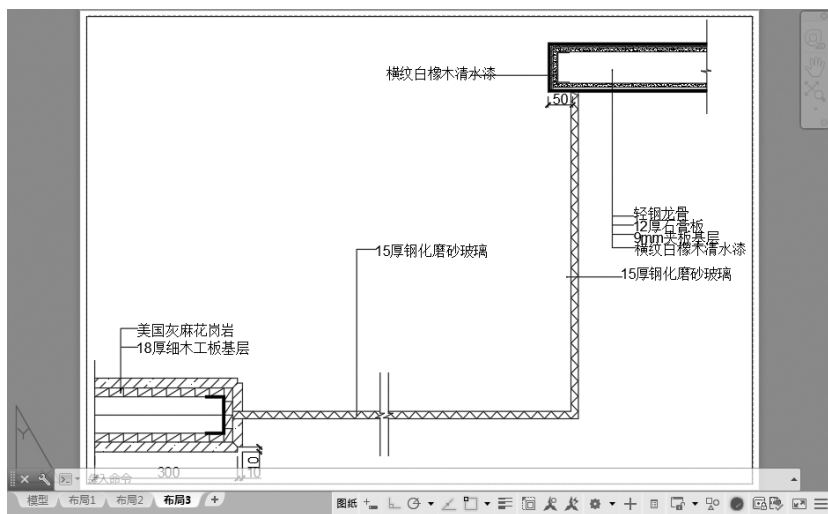

图 7-92 完成“布局 3”布局的创建
(9) 单击“完成”按钮，完成新布局“布局 3”的创建。系统自动返回到布局空间，显示新创建的布局“布局 3”，如图 7-92 所示。